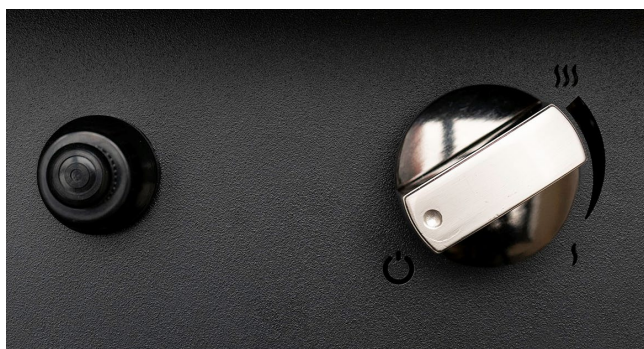

Fig. 10 – Avslått posisjon
- Forsikre deg om at knappen er plassert i AV-posisjon (helt med klokken) (Fig. 10).